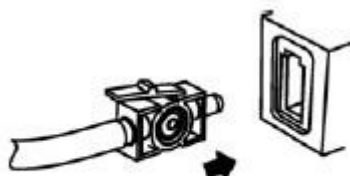

Рисунок 1
1. Необходимо вставить измерительную ячейку в разъем модуля LoFlo, как показано на рис.1. При правильной установке будет слышен характерный щелчок.